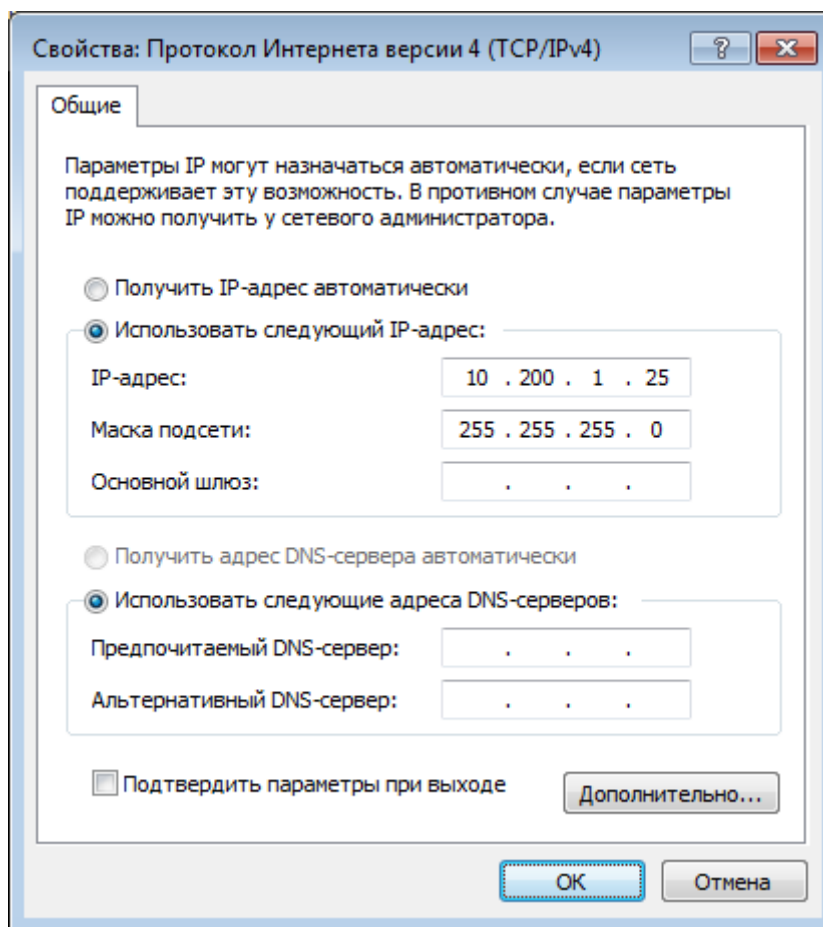

Рисунок 9.22 — Настройка сетевого подключения
- В окне свойств TCP-соединения в поле **IP-адрес** задайте **10.200.X.YYY**, где **YYY** – любое число в диапазоне от 1 до 254, кроме занятых; в поле **Маска подсети** введите **255.0.0.0** (рисунок 9.22). Нажмите на кнопку **ОК**.